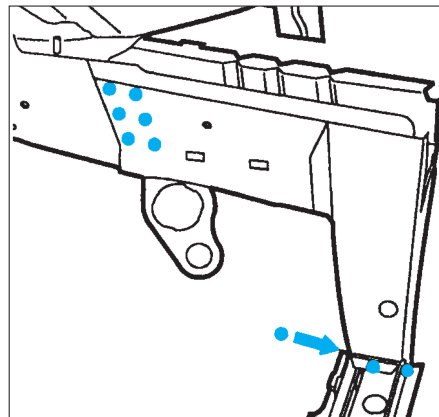

FIG. 13
- Souder par points électriques (avec l'équipement AB1) (Fig.13).